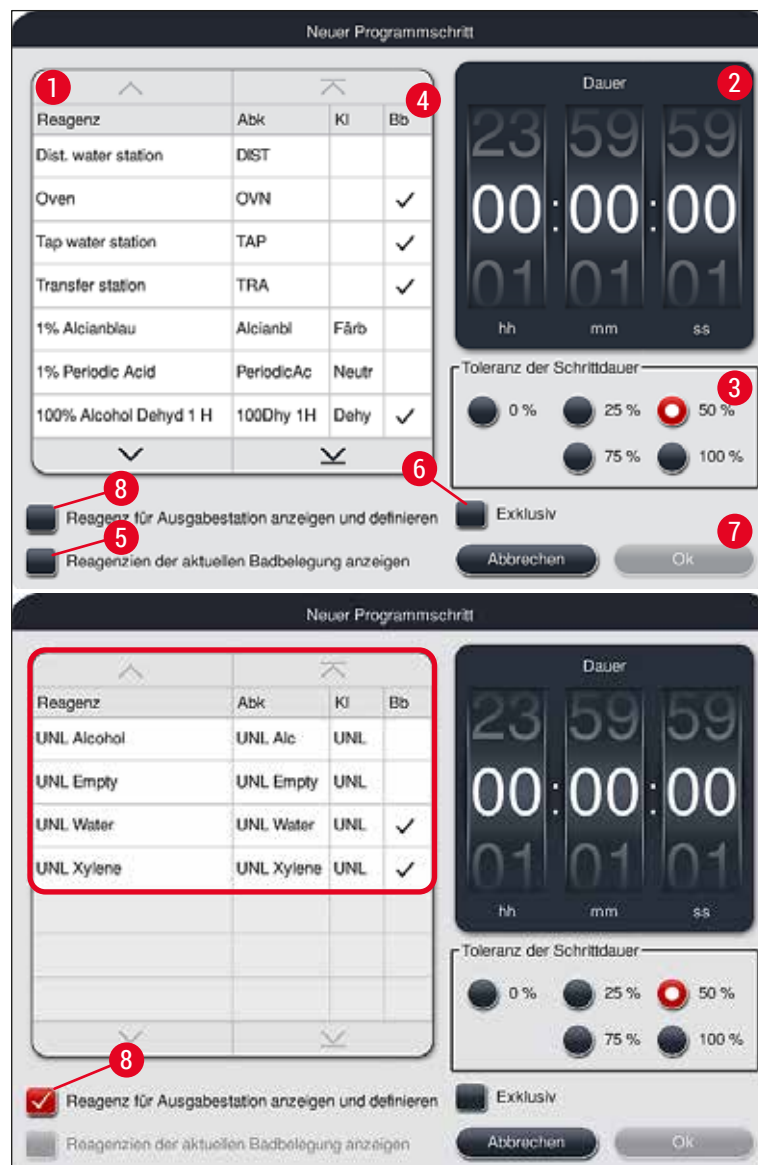

Abb. 47
- Es öffnet sich ein Fenster zur Definition des Programmschrittes (→ "Abb. 47").